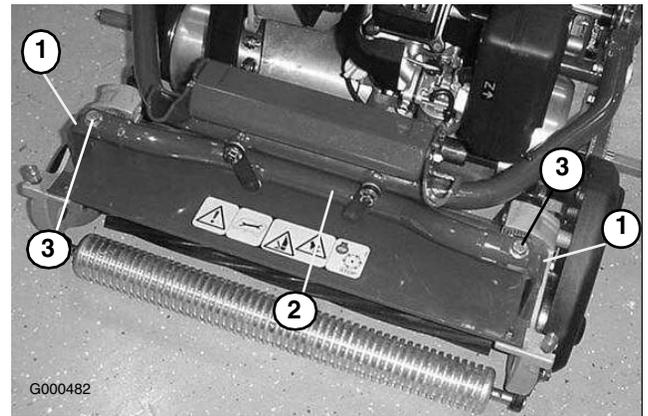

Figura 45
4. Retire (2) os parafusos que fixam os braços articulados da unidade de corte ao tubo da estrutura da unidade de tracção (Figura 45).
5. Rode os braços articulados para a frente (Figura 45) e apoie a unidade de tracção sobre o apoio fixo.